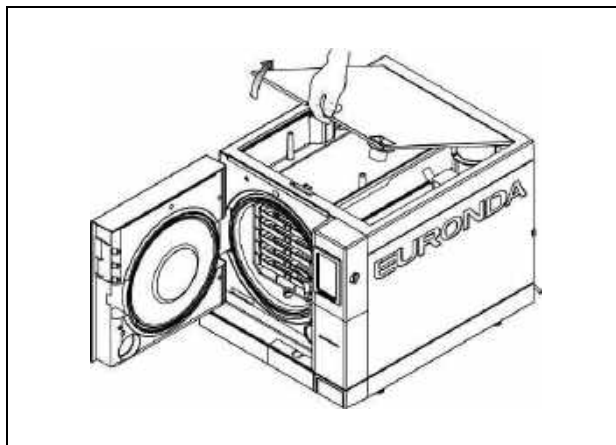
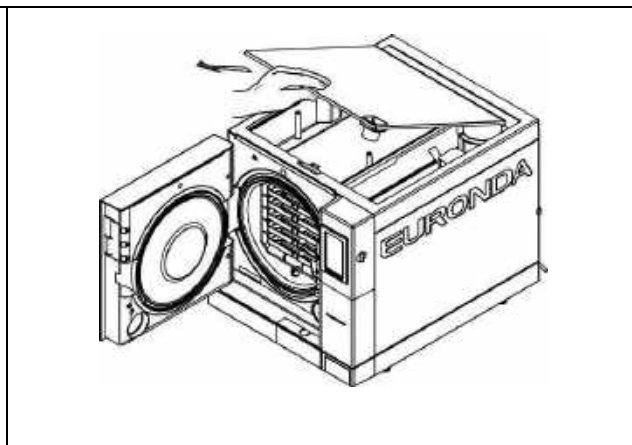

Рис. 9.2-5
Рис. 9.2-6
- поднимите крышку под углом 45° (Рис. 9.2-5) и потяните на себя (Рис. 9.2-6).